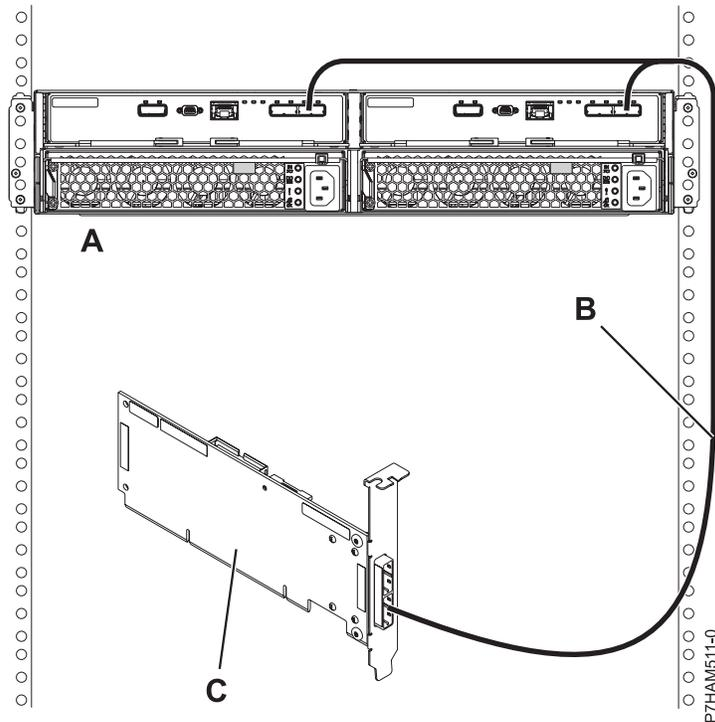

Figura 12. Conexión de la modalidad 1 de un alojamiento de unidad de disco 5887 utilizando un cable YO a un adaptador SAS único
12. Realice la conexión de la modalidad 1 de un alojamiento de unidad de disco 5887 **(A)** utilizando un cable YO **(B)** a un único adaptador SAS **(C)**. Consulte la Figura 12 en la página 14.